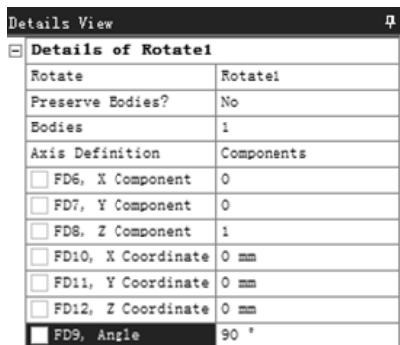

图 3.4.19 “ Details View ”对话框
- 步骤 02** 选择命令。选择 **Create** → **Body Transformation** → **Rotate** 命令，弹出图 3.4.19 所示的“Details View”对话框。